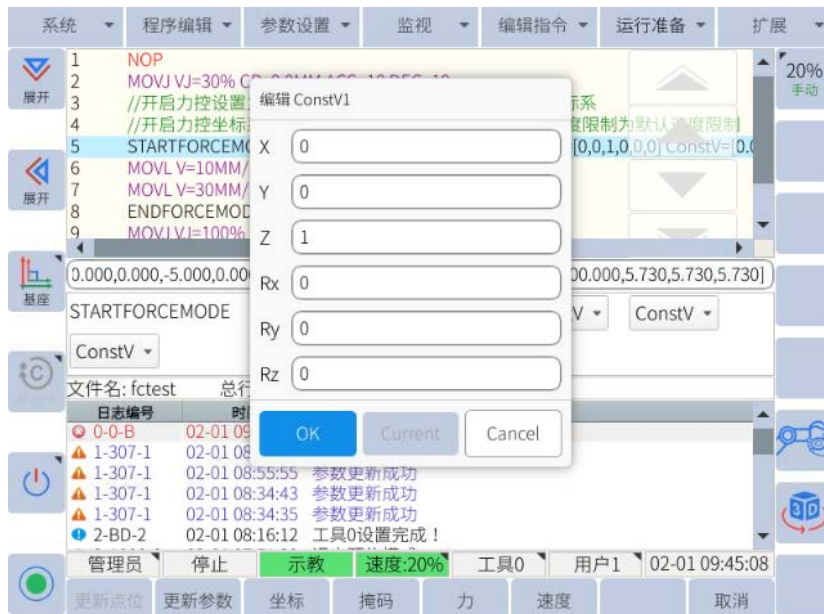

图 6-50: 掩码界面自由度的掩码设置
- 通过点击掩码按钮设置各个自由度的掩码。每个自由度掩码包含运动控制（编号为0）和力跟踪（编号为1）两种状态。如图 6-50 所示（此时的掩码001000表示在当前力控坐标系的Z轴方向为力跟踪状态）：